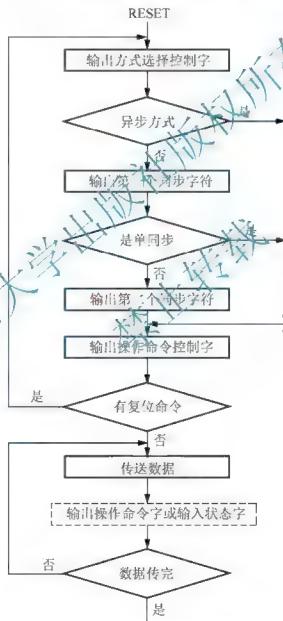

图 7.61 8251A 初始化编程流程图
(1) 8251A 方式命令字、工作命令字和状态字之间的关系是：方式命令字只是约定了双方通信的方式(同步/异步)及其数据格式(数据位和停止位长度、校验特性、同步字符特性)，传送速率(波特率因子)等参数，但并没有规定传送的方向是发送还是接收，故需要工作命令字来控制发/收。何时才能发/收取取决于 8251A 的工作状态，即状态字。只有当 8251A 进入发送/接收准备好的状态，才能真正开始数据的传送。
(2) 因为方式命令字和工作命令字均无特征位标志，且都是送到同一命令端口，所以在向 8251A 写入方式命令字和工作命令字时，需要按一定的顺序，这种顺序不能颠倒和改变，若改变了这种顺序，8251A 就不能识别。8251A 初始化编程的操作如图 7.61 所示。